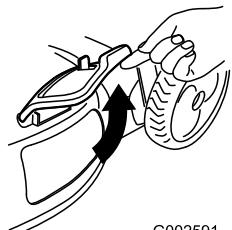

Figura 29
- Alzate lo sportello di scarico laterale per aprirlo (Figura 29).